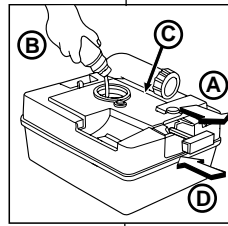

Fig. 2
With the waste tank (lower section) sitting flat, open valve by pulling handle out (Fig. 2, A).
Add deodorant through the valve opening (Fig. 2, B). Use Thetford Holding Tank Deodorant (sample included in built-in storage compartment (Fig. 2, C).
Add water to cover tank bottom. Close valve (Fig. 2, D) and replace deodorant.
Tout en gardant le réservoir d'eaux usées (la partie inférieure de la toilette) à l'horizontale, ouvrez la vanne en tirant la poignée vers l'extérieur (Fig. 2, A).
Ajoutez le produit désodorisant par l'ouverture de la vanne (Fig. 2, B). Utilisez le produit désodorisant pour réservoir de stockage de Thetford (échantillon compris) dans le réservoir de stockage incorporé (C).
Ajoutez assez d'eau pour couvrir le fond du réservoir. Fermez la vanne (Fig. 2, D) et remettez le désodorisant en place.
Con el tanque séptico (sección inferior) apoyado sobre su base, tire del asa hacia fuera para abrir la válvula (Fig. 2, A). Añada desodorante a través de la abertura de la válvula (Fig. 2, B). Use el desodorante Thetford para tanques de retención (se incluye una muestra) en el compartimiento incorporado (Fig. 2, C). Añada agua para cubrir el fondo del tanque. Cierre la válvula (Fig. 2, D) y vuelva a echar desodorante.